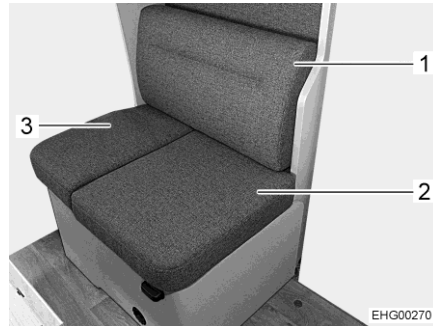

Bild 10 Ta bort dynan
- Ta bort ryggdynan (Bild 10,1) från den längsgående sittbänken.
- Ta bort den stora och den lilla sittdynan (Bild 10,2 och 3) från den längsgående sittbänken.